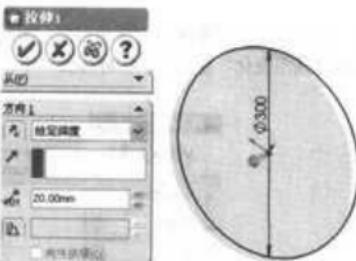

图 11-3 特征拉伸
- (4) 单击特征工具栏中的  (拉伸凸台/基体) 工具，显示“拉伸 1”属性管理器，在“终止条件”选项框中选择“给定深度”，并设置拉伸深度值为 20mm，单击  (确定) 按钮，生成的拉伸特征如图 11-3 所示。